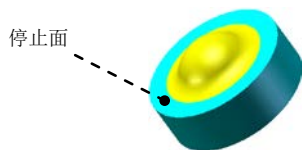

图 15.2.8 成形工具 1
Step5. 创建图 15.2.8 所示的零件特征——成形工具 1。
(1) 选择命令。选择下拉菜单 **插入(I)** → **钣金(B)** →  **成形工具** 命令。
(2) 定义成形工具属性。激活“成形工具”对话框的 **停止面** 区域, 选取图 15.2.8 所示的模型表面为成形工具的停止面。
(3) 单击  按钮, 完成成形工具 1 的创建。